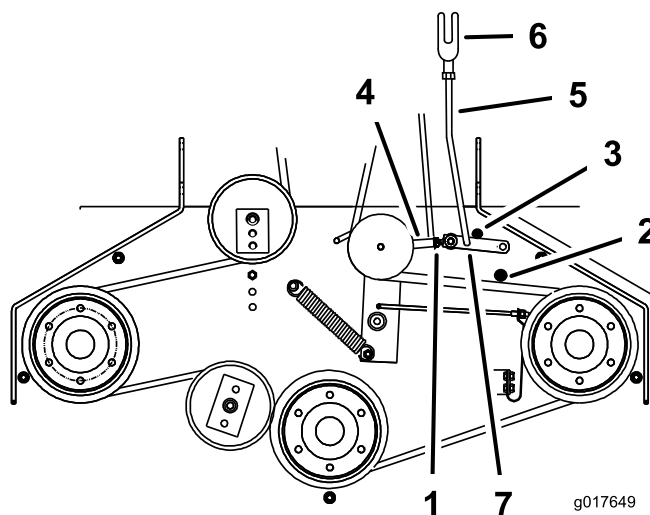

**Figura 45**
4. Ajuste la longitud del acoplamiento hasta que el extremo inferior de la palanca acodada casi roce el refuerzo del soporte del eje (Figura 45).
9. Afloje la tuerca de la horquilla (Figura 45).